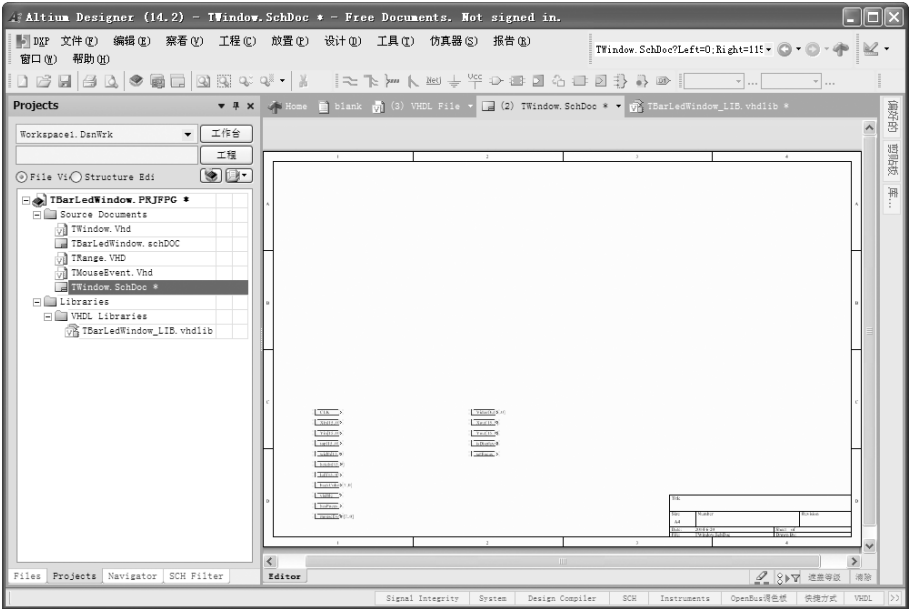

图 14-13 生成子原理图“TWindow. SchDoc”
1) 打开顶层原理图文件“TBarLedWindow. SchDOC”，选择菜单命令“设计”→“产生图纸”，将浮动的十字光标在方块电路上后单击鼠标，生成同名的子原理图“TWindow. SchDoc”，如图 14-13 所示。